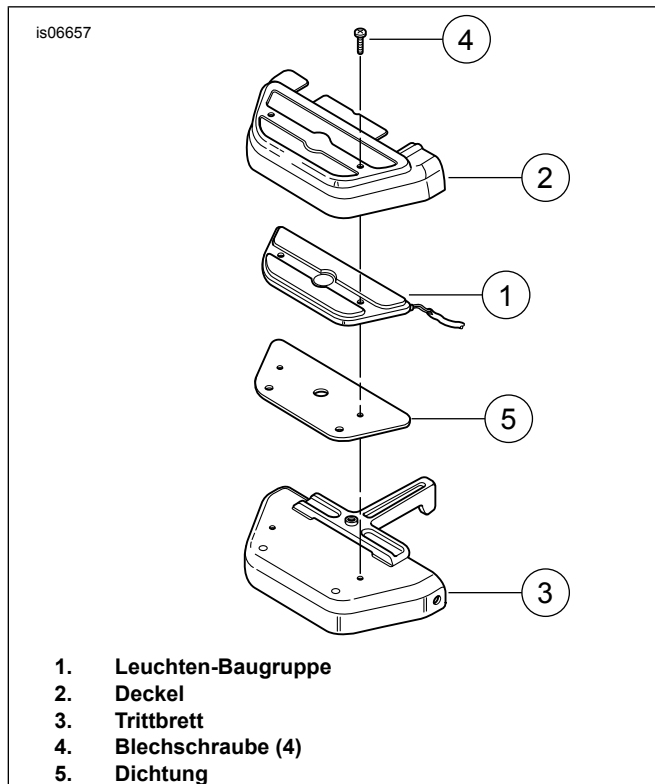

Abbildung 3. Trittbrettdeckung einbauen
1. Siehe Abbildung 3. Die Leuchtenbaugruppe (1) in jeder Abdeckung (2) montieren und die Leuchte und die Abdeckungsbaugruppe auf der Unterseite jedes Trittbretts (3) positionieren. Die Position der Befestigungslöcher markieren.
5. Siehe Abbildung 3. Ein leichtes Öl auf die Gewinde der vier im Satz enthaltenen Schneidschrauben (4) auftragen. Die Schrauben teilweise in die zwei Bohrlöcher in beiden Trittbrettern (3) einschrauben, sodass sich Gewinde im Trittbrett bilden. Die Schrauben entfernen und loses Material aus den Löchern entfernen. Auf den Trittbrettern verbliebenes Öl reinigen.
6. Siehe Abbildung 3. Die Dichtung (5) auf jedem Trittbrett platzieren. Die Stütze jedoch erst entfernen, wenn die Ausrichtung geprüft wurde. Die Leuchtenbaugruppe (1) auf jedem Trittbrett (3) platzieren und die Ausrichtung der Dichtung und der Leuchtenbaugruppe überprüfen. Die Dichtung muss bündig um die gesamte Leuchtenbaugruppe sitzen. Falls erforderlich, die richtige Position der Dichtung markieren.
7. Die Stütze von der Dichtung (5) entfernen und an jedem Trittbrett (3) anbringen.
8. Die Leuchtenbaugruppe (1) und die Abdeckung (2) anbringen, indem die zwei im Satz enthaltenen Schneidschrauben (4) vollständig auf den Trittbrettern eingeschraubt werden.